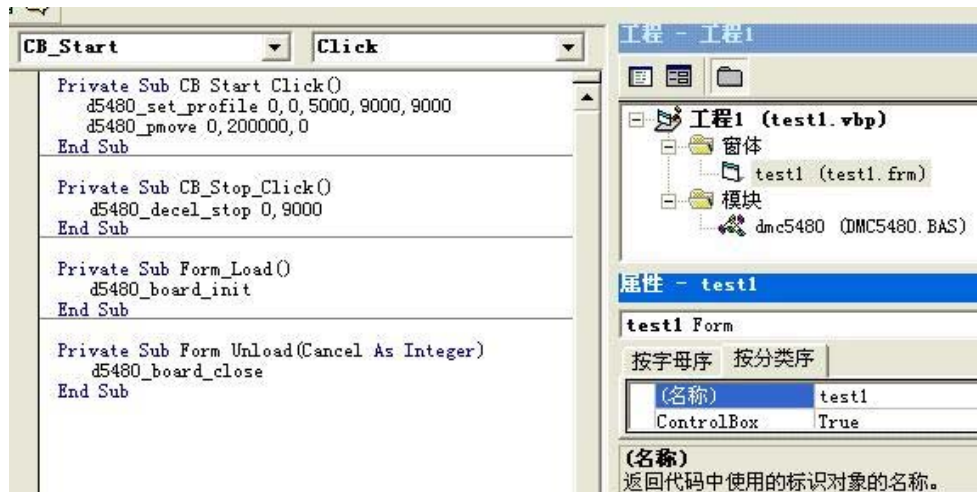

图 7-5 程序中调用运动控制卡库函数（VB）
- (6) 如图 7-5 所示，双击窗口控件，在 Form_Load 事件中添加代码